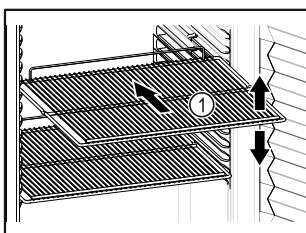

Fig. 61 Esimerkkikuva
- Sovita siirrettävät rivilatasot Fig. 61 (1) korkeuden mukaan.